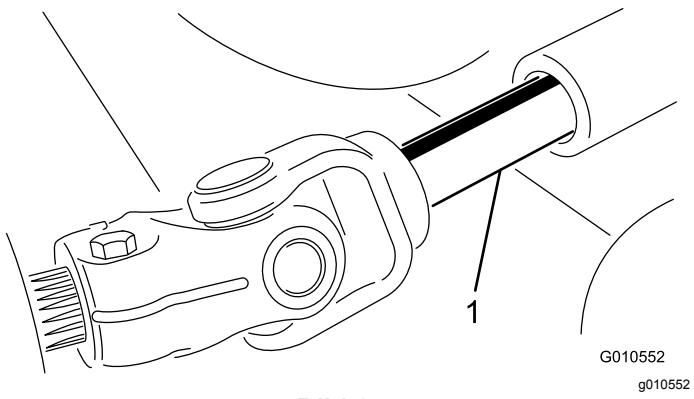

Bild 25
5. Rollen Sie das Mähwerk von der Zugmaschine weg, trennen Sie die Außen- und Innengewindeteile der Zapfwelle (**Bild 25**).